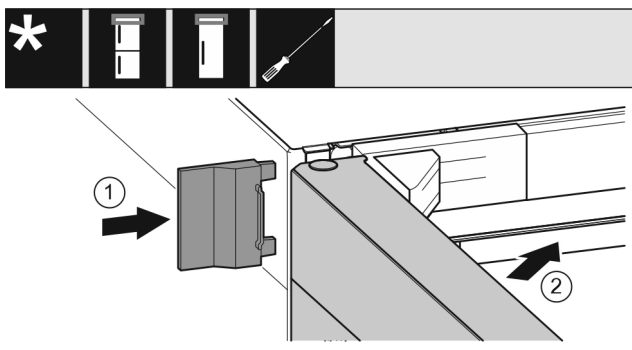

Fig. 66
- ▶ Nasuňte vonkajší kryt Fig. 66 (1).
- ▶ Zatvorte horné dvere Fig. 66 (2).